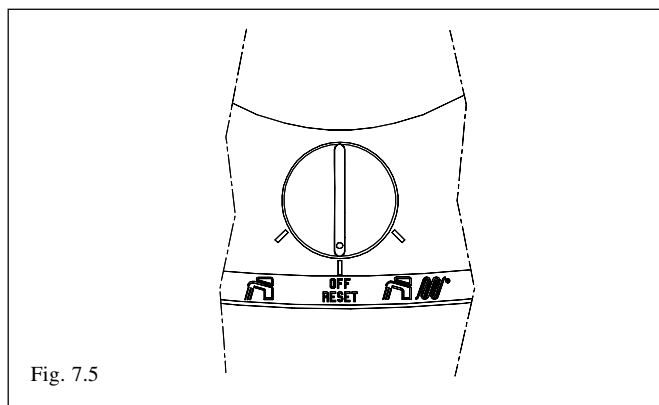

Fig. 7.5
sulla posizione SPENTO (Fig. 7.5).
- riportare il selettore di funzione (Fig. 7.5) sulla posizione desiderata.
- spegnere la caldaia posizionando il selettore di funzione posto sul pannello comandi sulla posizione SPENTO (Fig. 7.5);
- posizionare il selettore di funzione posto sul pannello comandi sulla posizione SPENTO (Fig. 7.5).
- Riportare il selettore di funzione (Fig. 7.5) sulla posizione desiderata.
- spegnere la caldaia posizionando il selettore di funzione posto sul pannello comandi sulla posizione SPENTO (Fig. 7.5).
Per ripristinare il funzionamento occorre posizionare il selettore di funzione su  $\bigcirc$  SPENTO - Fig. 7.5 - e riportarlo nella posizione di funzionamento desiderata.